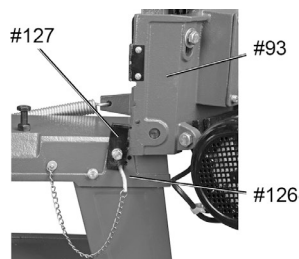

Fig. 9
2. Soulevez le cadre de corps au maximum à la verticale. Tournez la plaque de support (n° 127) dans le sens horaire jusqu'à ce qu'elle soit solidement retenue contre le cadre de corps et insérez ensuite la goupille de sécurité pour retenir le cadre du corps en position (fig. 9).
3. Soulevez le cadre de corps au maximum à la verticale. Tournez la plaque de support (n° 127) dans le sens horaire jusqu'à ce qu'elle soit solidement retenue contre le cadre de corps et insérez ensuite la goupille de sécurité pour retenir le cadre de corps en position (fig. 9).
plaque de support (n° 127) vers la droite jusqu'à ce qu'elle soit solidement retenue contre le cadre de corps et insérez ensuite la goupille de sécurité (n° 126) pour retenir le cadre de corps en position (fig. 9).